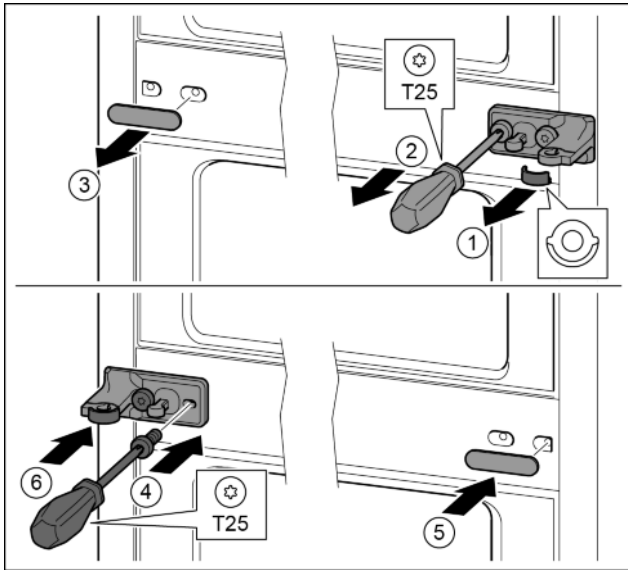

Fig. 15
- ▶ Снять шайбу. Fig. 15 (1)
- ▶ Выкрутить винты отверткой T25. Fig. 15 (2)
- ▶ Осторожно снять крышку. Fig. 15 (3)
- ▶ Плотно прикрутить опорный кронштейн с подкладкой с поворотом на 180° с другой стороны. Fig. 15 (4)
- ▶ Установить крышку с поворотом на 180° с другой стороны. Fig. 15 (5)
- ▶ Спереди надвинуть шайбу. Fig. 15 (6)